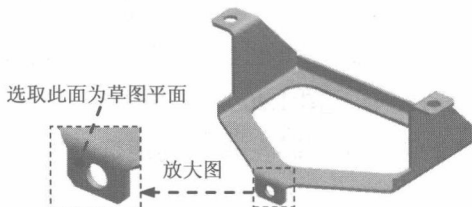
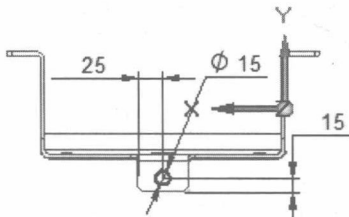

图 1.24 法向除料特征 2
图 1.25 截面草图
Step17. 创建图 1.24 所示的法向除料特征 2。
(1) 选择命令。在 **主页** 功能选项卡的 **钣金** 工具栏中单击  按钮，选择  法向除料 命令。
(2) 定义特征的截面草图。选取草图平面。在系统 **单击平的面或参考平面** 的提示下，选取图 1.24 所示的模型表面为草图平面，绘制图 1.25 所示的截面草图，单击“主页”功能选项卡中的“关闭草图”按钮 ，退出草绘环境。